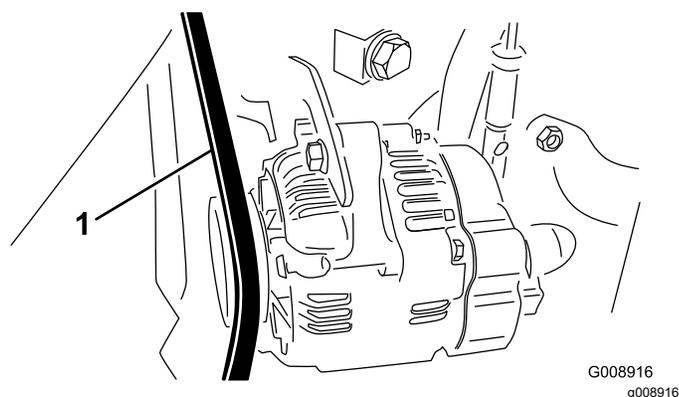

图 71
2. 检查发电机/风扇皮带张紧力的方法使用 30N·m 的力按压交流发电机和曲轴箱皮带轮之间的皮带中间位置图 71。